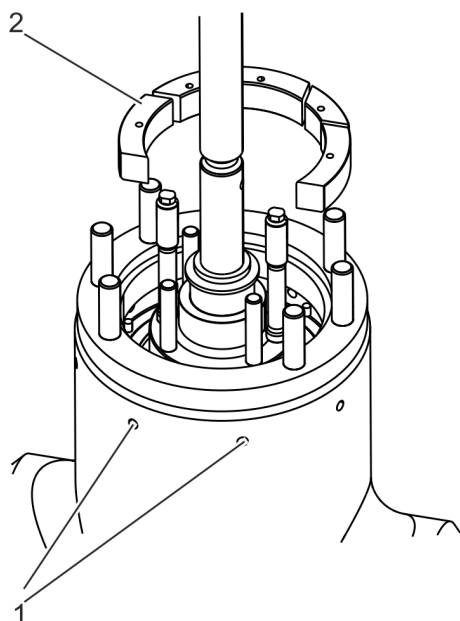

Fig. 30: Retirar los segmentos
3. ➤ Golpee hacia dentro los segmentos (Fig. 30/2) a través de los orificios de extracción exteriores (Fig. 30/1) con el punzón de extracción.
4. ➤ Extraiga los segmentos (Fig. 30/2).